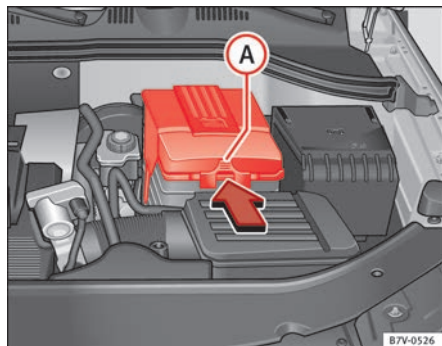

Fig. 173 En el vano motor: Retire la cubierta de la batería del vehículo.
- *En el caso de una cubierta:* presione la lengüeta ⇒ fig. 173 **A** en el sentido que indica la flecha y retire hacia arriba la cubierta.